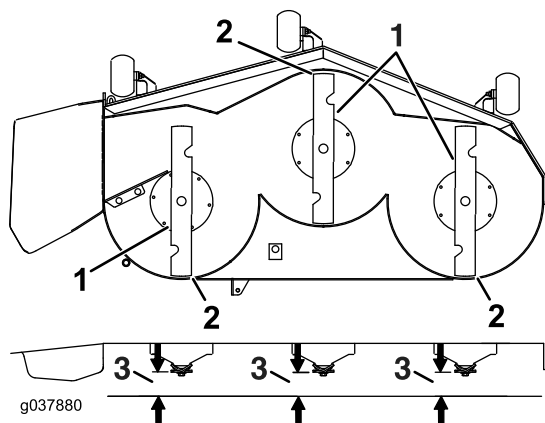

Figura 101
7. Compruebe el nivel longitudinal de la cuchilla (Figura 101). Asegúrese de que la punta de la cuchilla delantera está más abajo que la punta de la cuchilla trasera, como se muestra en *Altura de bloque y soporte*. Si se requieren ajustes, siga con este procedimiento.